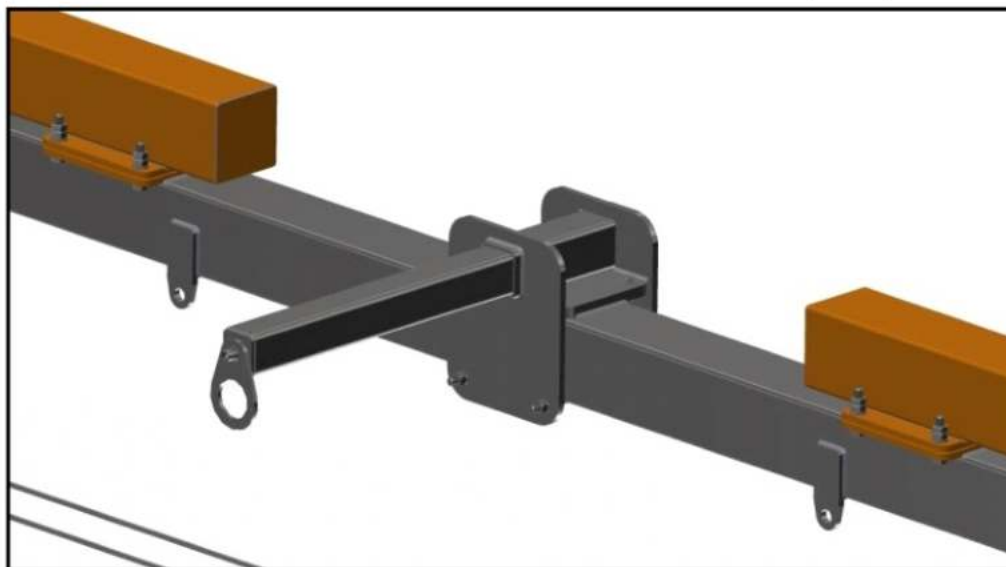

рис. 41
1. На опорную площадку верхней обвязки устанавливается дополнительная анкерная точка с использованием болтов М12х50, гаек и шайб (рис. 41).